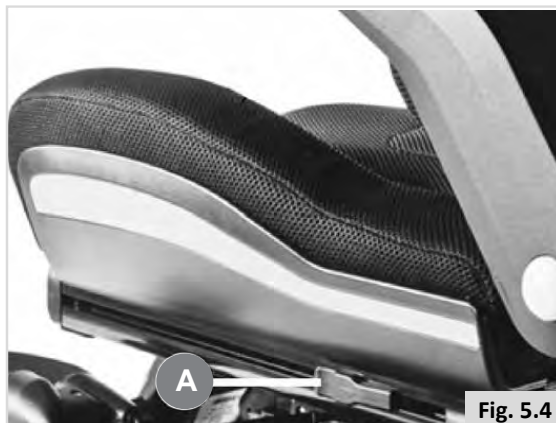

Fig. 5.4
- Tirez vers l'arrière sur le levier de plastique fixé aux rails en aluminium du côté siège (Fig.5.4 - A).